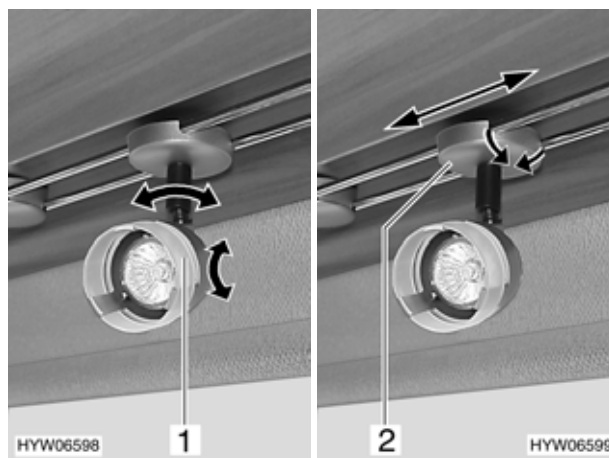

Fig. 101 Faretto
- Afferrare l'involucro (Fig. 101,1) e girarlo.
- Afferrare il faretto per l'attacco (Fig. 101,2).